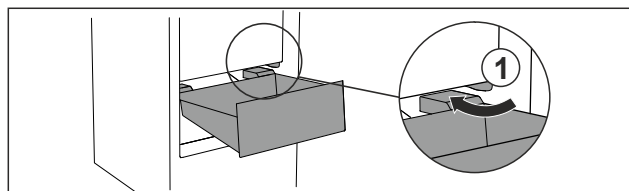

Fig. 57
- ▶ Prevedte zásuvku šikmo okolo zarážok Fig. 57 (1).